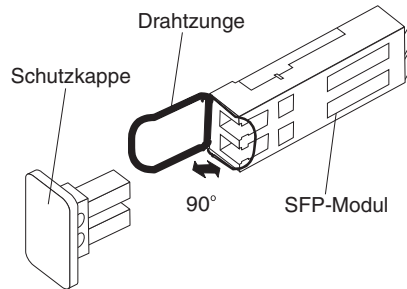

Abbildung 33. SFP-Modul mit Drahtzunge entriegeln
- a. Entriegeln Sie das SFP-Modul, indem Sie die Drahtzunge um 90° nach unten ziehen (siehe Abb. 33).